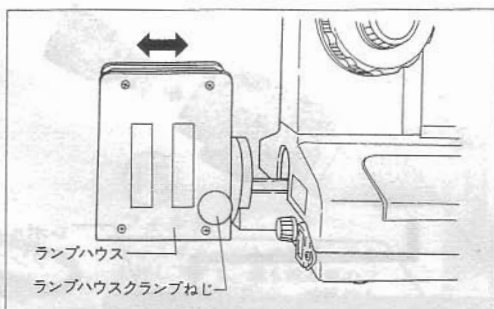

図6
- 8) 開口絞りを閉じて、ランプハウスクランプねじを緩めて、ランプハウスを前後させ(図6)、開口絞り面にフィラメント像を結像させます。結像の状態は、NDフィルタからの反射で開口絞り面を見ながら行います。